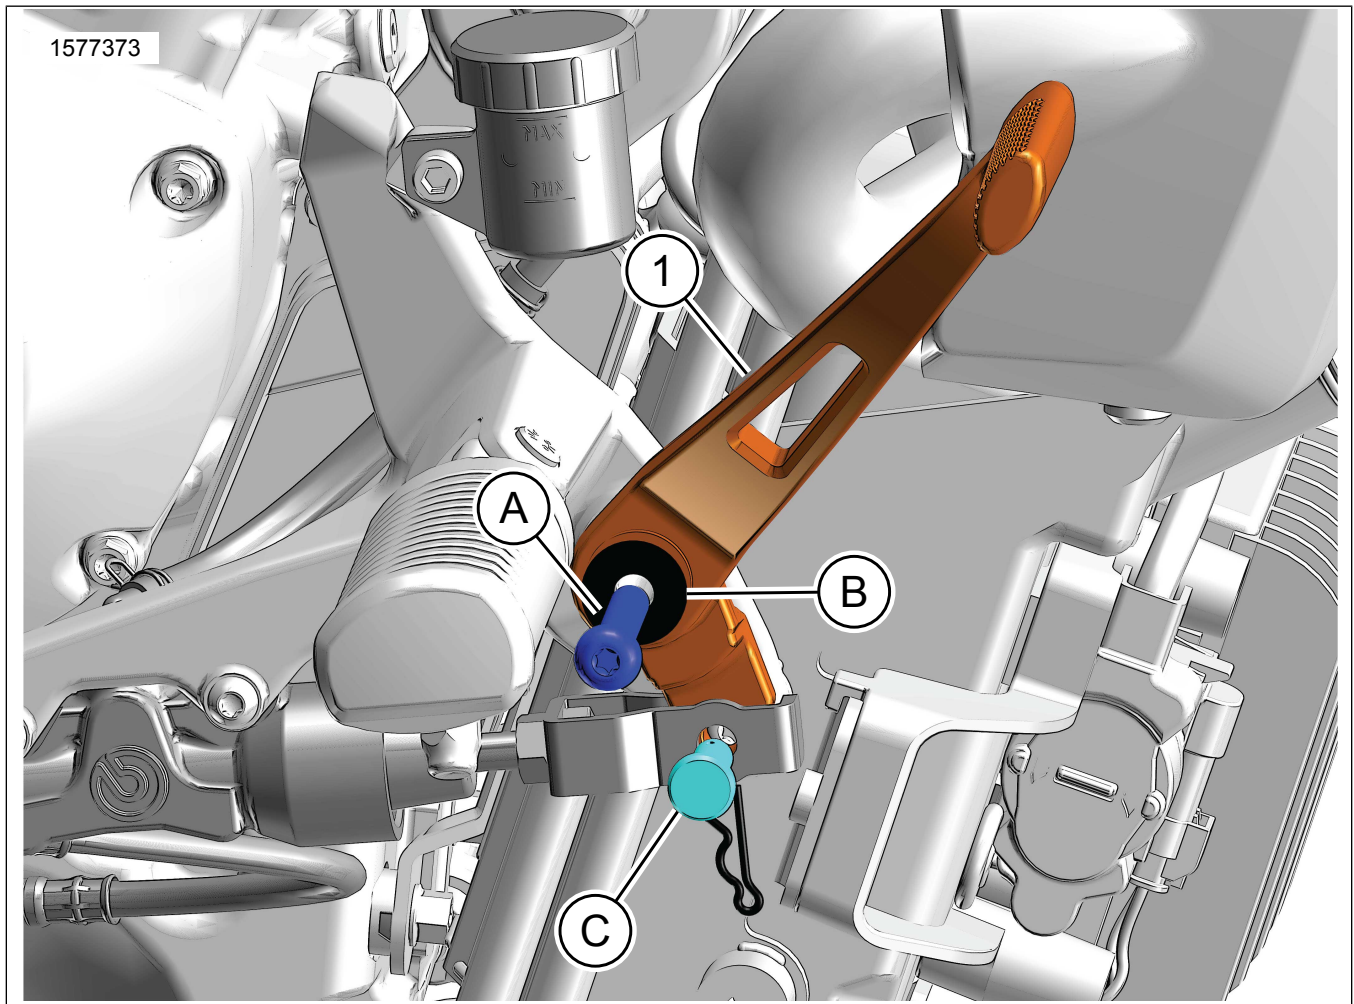

Figure 1. Contenu du kit : Levier de frein arrière
1. Voir la Figure 1: Installer le **nouveau** levier de frein (1).
- a. Installer OE l'axe de chape (C).
- b. Installer OE la vis (A) et la rondelle (B). Serrer.